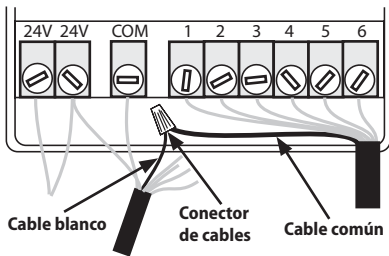

Ilustración 9
3. Conecte el o los cables que haya desconectado del terminal 'COM' al cable blanco que viene del cable de SCX utilizando un conector roscado tipo Wire-Nut® (ver la ilustración 9).